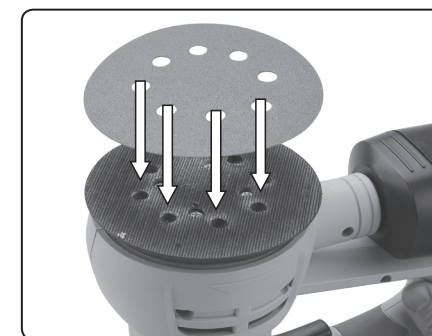

Abb. 2, Illustrative Abbildung der Befestigung des Schleifpapiers mit Löchern
- 4) Setzen Sie das Schleifpapier auf den Trägerteller so ein, damit die Absaugöffnungen des Schleifpapiers mit den Öffnungen des Trägertellers übereinstimmen – dies ermöglicht die Staubabsaugung von der Schleiffläche, siehe Abb. 2. Drücken Sie das Schleifpapier/den Polierteller auf dem Trägerteller an, damit es am Klettverschluss haftet.